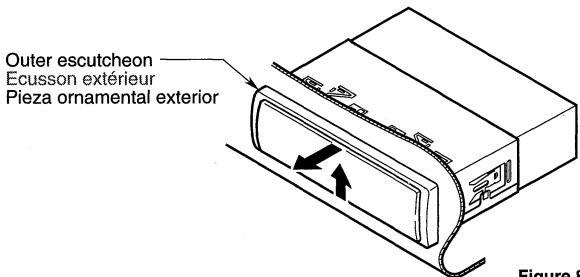

Figure 8 / Figure 8 / Figura 8
2. Press the outer escutcheon upward and remove it (Figure 8).
2. Presser l'écusson extérieur vers le haut et le retirer (Figure 8).